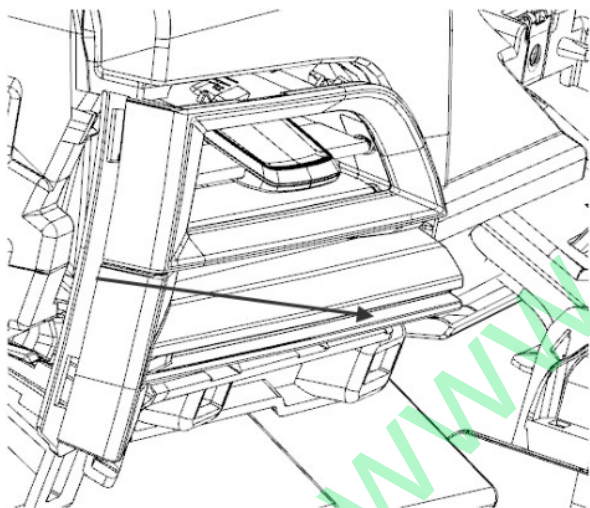

图 1.5.16 仪表板左风口总成拆卸示意图
- (1) 双手放在图 1.5.16 所示箭头位置, 沿箭头方向缓慢拔该零件直至装配处结构都脱开。